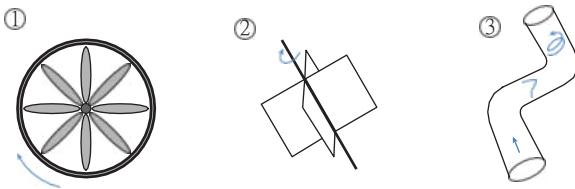

Рисунок 2.9
Турбинный расходомер (1) требует хорошего профиля потока, и он особенно чувствителен к врачающемуся потоку, например, вызванному двойным изгибом вне плоскости (3) (рисунок 2.9). Часто для турбинного расходомера необходим выпрямитель или кондиционер, чтобы иметь возможность измерять свои характеристики.